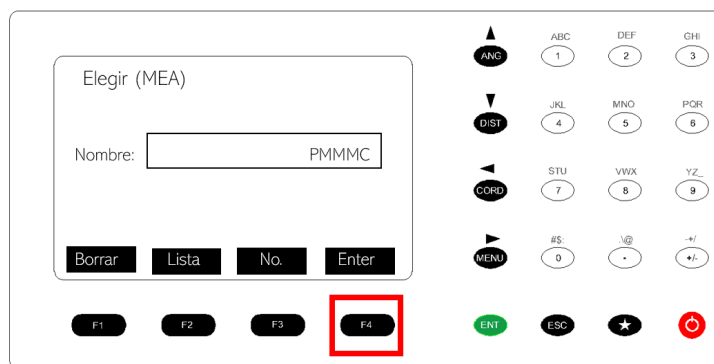

Figura 111. Selección del proyecto.
18. Seleccionar el proyecto en el que se está trabajando o en su defecto crear un nuevo proyecto. Y presionar F4 Enter. Figura 111.